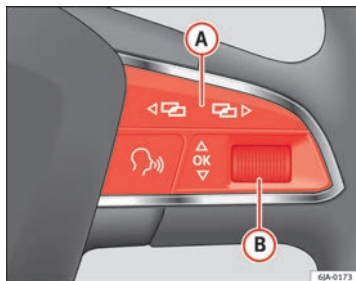

Abb. 37 Multifunktionslenkrad: Bedienelemente am Lenkrad
- Das **Hauptmenü** wird durch Drücken der Tasten **A** ⇒ Abb. 37 des Multifunktionslenkrads aktiviert.